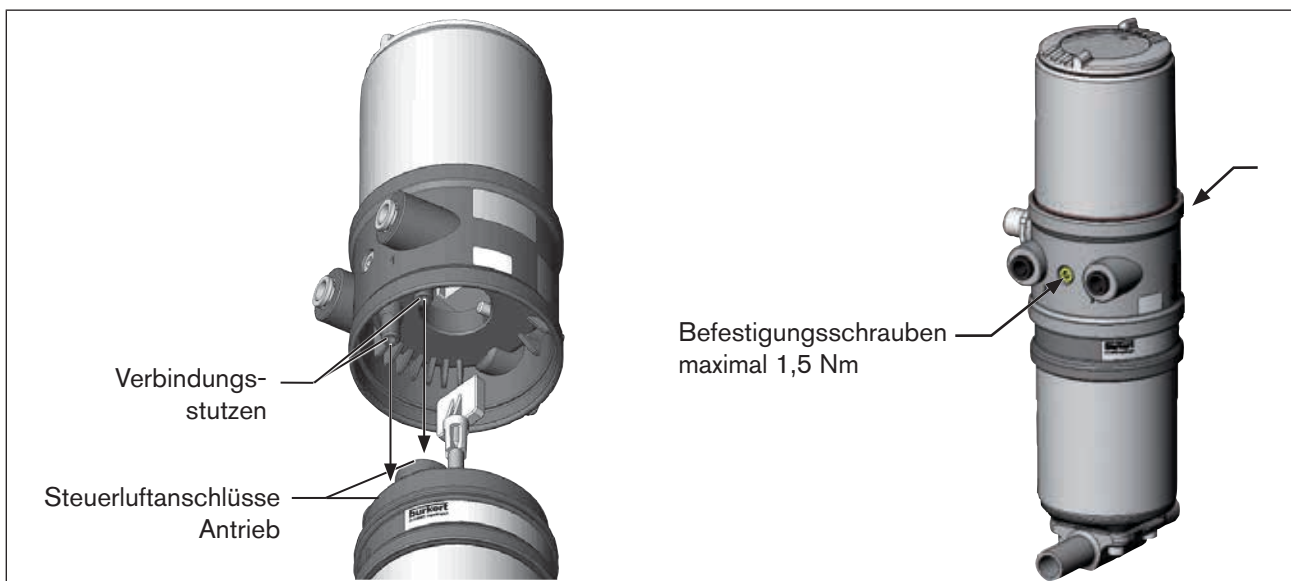

Bild 20: Montage Positioner
2. die Verbindungsstutzen des Positioners in die Steuerluftanschlüsse des Antriebs (siehe auch „Bild 20“) hineinfinden.